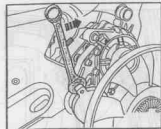

图 1-8 拆动力转向泵和发动机多
10. 用专用工具 3204 松开动力液压转向泵、粘性风扇和发电机的多楔皮带,见图 1-8。